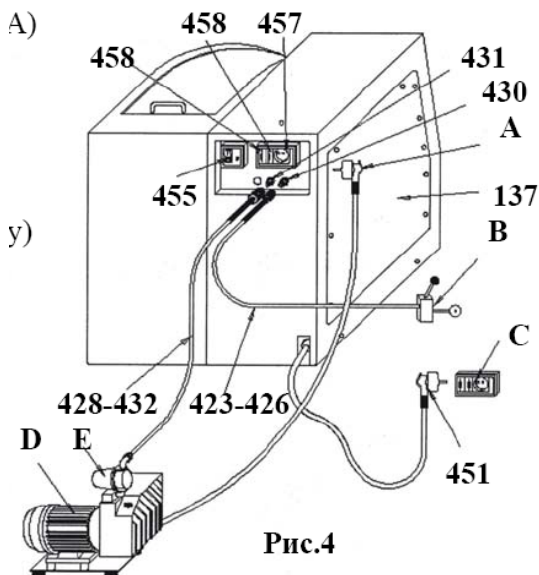

Рис.4
- Соединительный шланг сжатого воздуха (423-426, рис.4)
- Шланг для соединения с вакуумной помпой (428-432, рис.4)
- Розетка подключения питания к вакуумной помпе (457, рис.4)